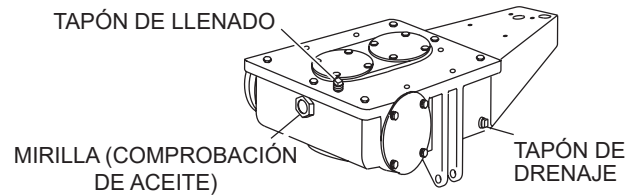

Figura 11. Tapones de aceite de las cajas de engranajes/Mirilla
1. Compruebe el nivel de aceite de la caja de engranajes en ambas cajas observando la mirilla en la parte trasera de la caja de engranajes. Vea la Figura 11.
2. El nivel de aceite de la caja de engranajes debe estar en el punto medio de la mirilla (Figura 11). La capacidad de aceite de la caja de engranajes es de 1 galón (3.79 litros). Si se requiere aceite adicional, desenrosque el tapón de llenado de aceite ubicado en la parte superior de la caja de engranajes y rellene con aceite ISO 220 A GMA Grado 5 EP.